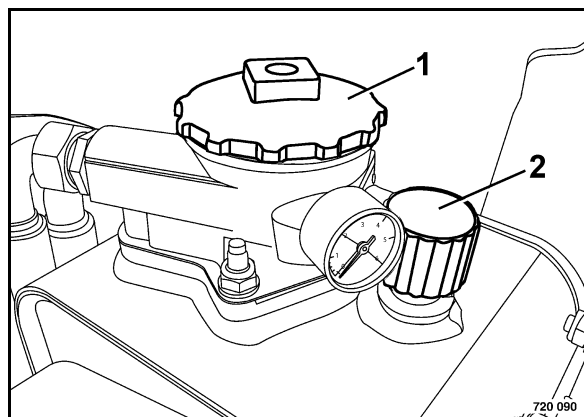

Рис. 125
- Отвернуть крышку фильтра 1 (Рис. 125) и вынуть фильтрующий элемент.